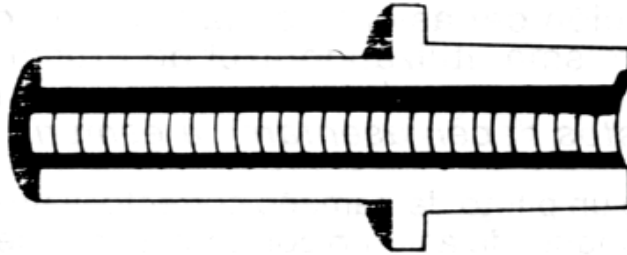

Fig. 3.17 Vista cortada de una guía de válvula moletada
7. Moletado de las guías de las válvulas: Las guías de las válvulas que no estén excesivamente desgastadas o deformadas, en algunos casos pueden moletarse en lugar de cambiarlas. El moletado es un proceso en el cual se desplaza y se levanta el metal, con lo cual se reduce la holgura (Ver Fig. 3.17). El moletado proporciona un excelente control de aceite.